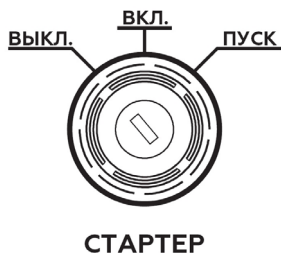

Рис. 13 Замок зажигания
4. Вставьте ключ в замок зажигания на панели управления и переведите ключ в положение «ВКЛ.» (Включено) (Рис. 13).
5. Переведите ключ зажигания в положение «ПУСК» (Рис. 13) и удерживайте его. После запуска двигателя отпустите ключ зажигания, он автоматически встанет в положение «ВКЛ.».